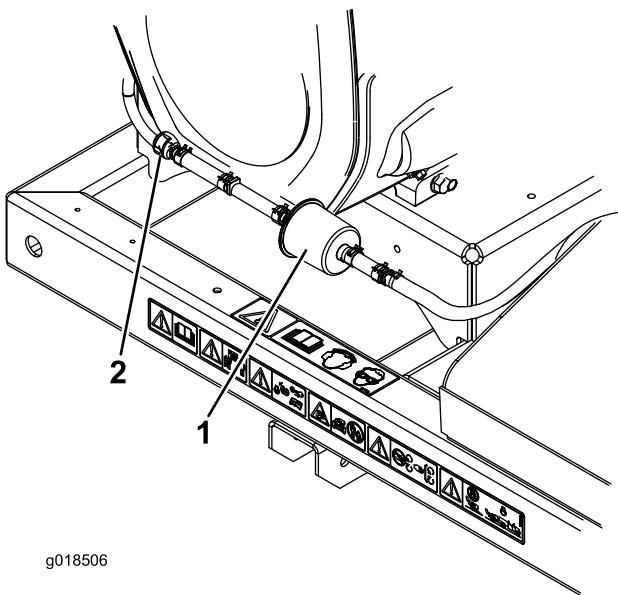

图14
2. 将碳罐净化过滤器两侧的弹簧型软管夹移离过滤器（图14）。
3. 拆下并丢弃碳过滤器（图14）。
4. 将新过滤器装入软管，使过滤器上的箭头指向单向阀，并使用软管夹固定（图14）。